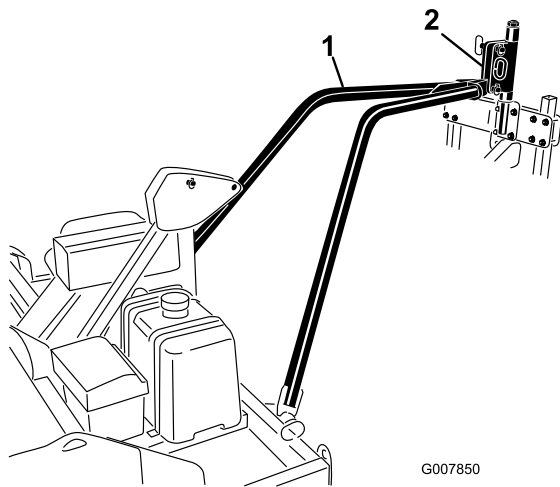

Figura 15
3. Rimuovere la fune di traino o la corda e abbassare la piastra di fissaggio del braccio di traino fino ad inserirla nel perno girevole di attacco dell'arieggiatore (Figura 15).